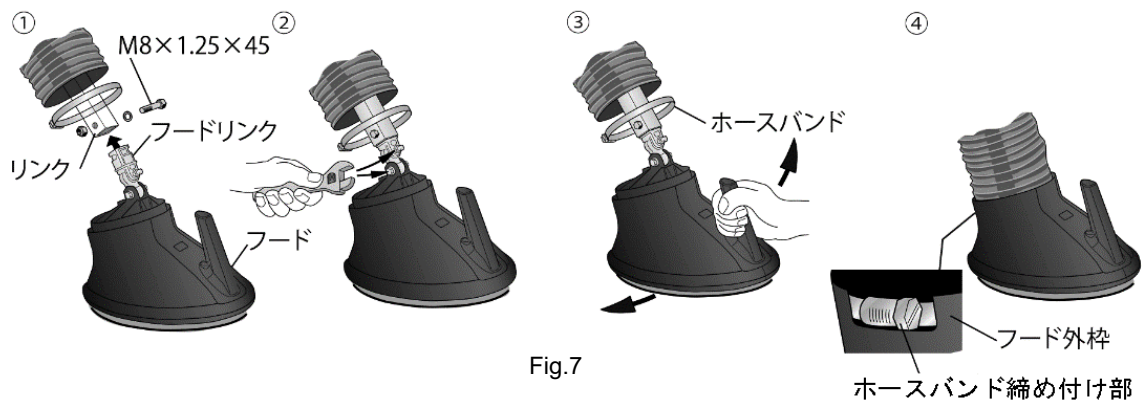

Fig.7
- ① フード上端部のフードリンクの穴とアーム先端のリンクの穴位置を合わせ、ボルトで固定してください。
- ② フードリンクのボルトを調整して位置を固定してください。
- ③ フードのホース接続部は内枠・外枠の間にホースを挟む構造となっています。フードの取っ手を持ち上げ、内枠・外枠の間にホースを挟んで接続してください。
- ④ ホースの上部からフード内枠をホースバンドで締め付けてください。ホースバンド締め付け部は、Fig.7の④で示すようにフード外枠の隙間に入れてください。